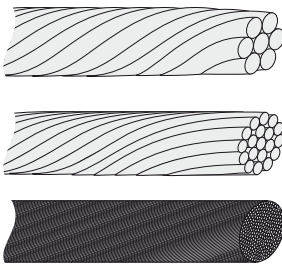

Imagen 2.17. Cables con diferentes tipos de conductores (de arriba abajo): de varios hilos, de hilo fino y de microhilo
5. Conecte los tres cables de alimentación (L1, L2, L3) y el conductor de protección PE a sus cajas de bornes. El conductor de protección está marcado con el símbolo que aparece en la imagen 2.17.